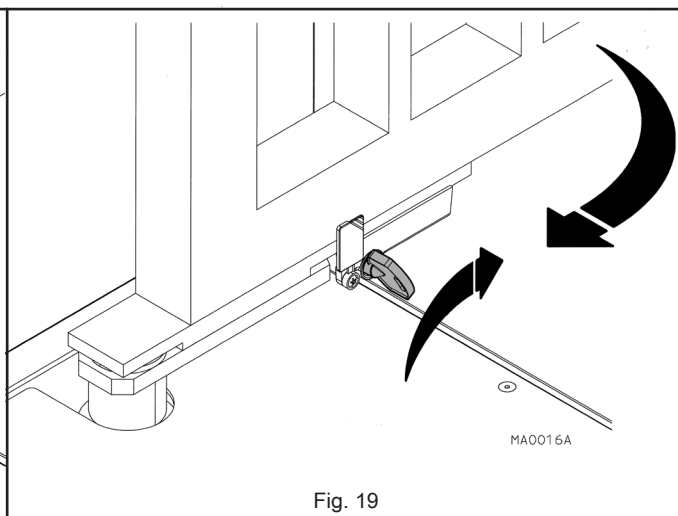

Fig. 19
- Infilare la chiave sul perno (fig. 19) e ruotarla finché si arresta.
- Place the key on the pin (fig. 19) and rotate until it stops.
- Вставить ключ в палец (рис. 19) и повернуть его до упора